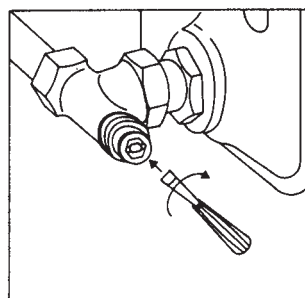

Рис. 3
- 1.4 Затем блокировочный винт повернуть до упора вправо с помощью отвертки (рис. 3, только „Combi 4“).
**Важно:** При изменении преднастройки сначала поворотом влево с помощью отвертки ослабить блокировочный винт (рис. 3). Затем изменить преднастройку шестигранным ключом SW 4 (1).